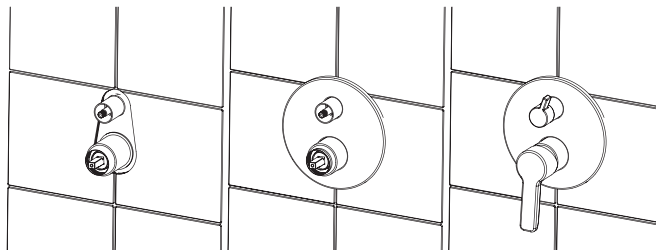

Рис. 7 / 7 сур.
6. После окончания отделки стены пластиковые колпаки снимаются, устанавливается декоративная панель, ручки корпуса и дивертора (рис. 7).